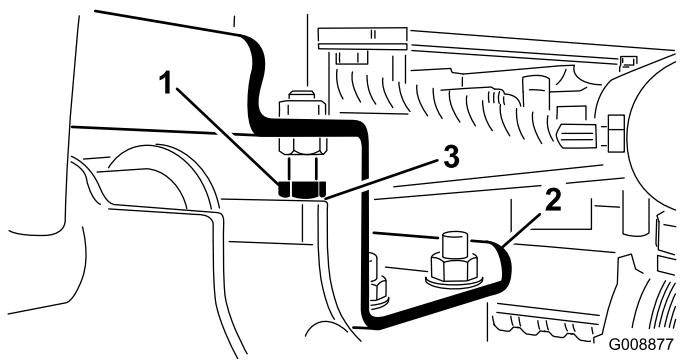

図 12
A. ストップボルトを戻す図 12。
2. 各昇降アームとストップボルトとの隙間が 0.13-1.02 mm の間にあることを確認する(図 12)。この範囲になければストップボルトを調整する。